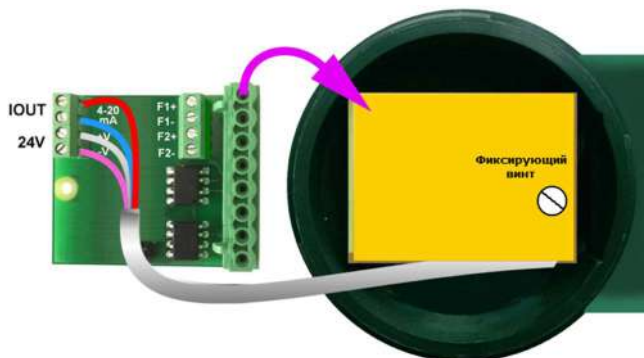

Рис. 2 – Подключение токового адаптера
- Выкрутив фиксирующий винт, аккуратно снять с внутреннего разъема токовый адаптер и перевернуть его клеммниками наружу, как показано на рис. 2